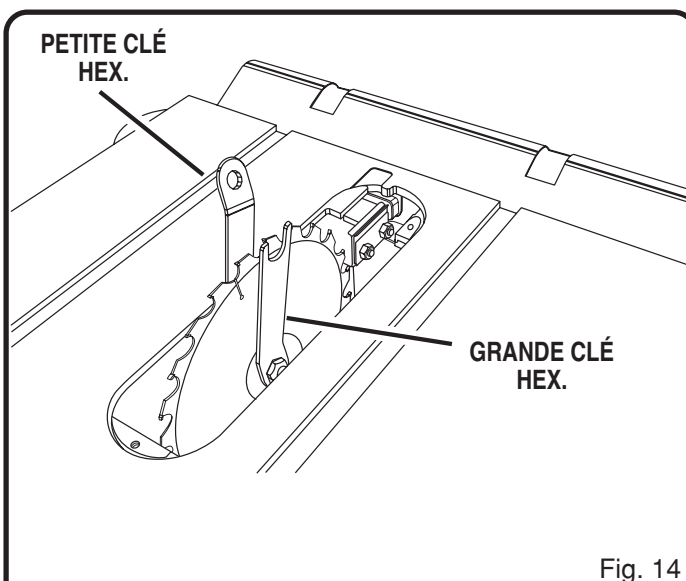

Fig. 14
- Pour vérifier la lame, enlevez d'abord les trois vis qui retiennent le passe-lame. Retirez le passe-lame. Voir la figure 14.